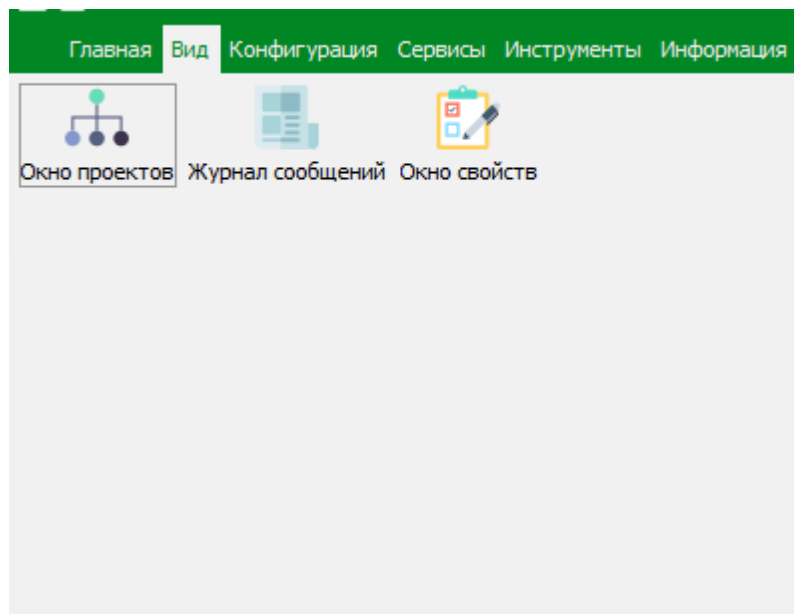

Рисунок 9 – Панель инструментов, вкладка «Вид»
1. В панели инструментов выбрать вкладку «Вид» (Рисунок 9).